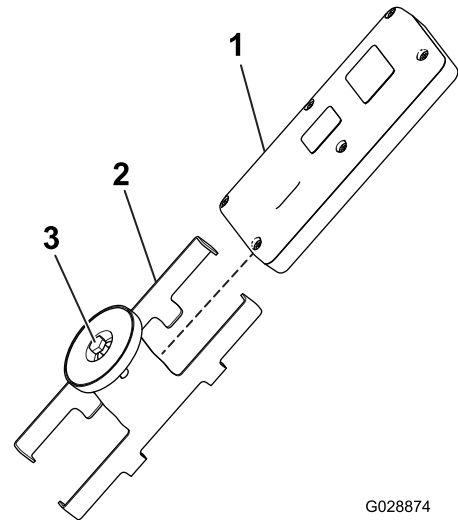

图19
5. 将手持遥控器装入磁性遥控器支架将两半滑到一起并固定然后拧紧磁性支架内的螺栓图19。